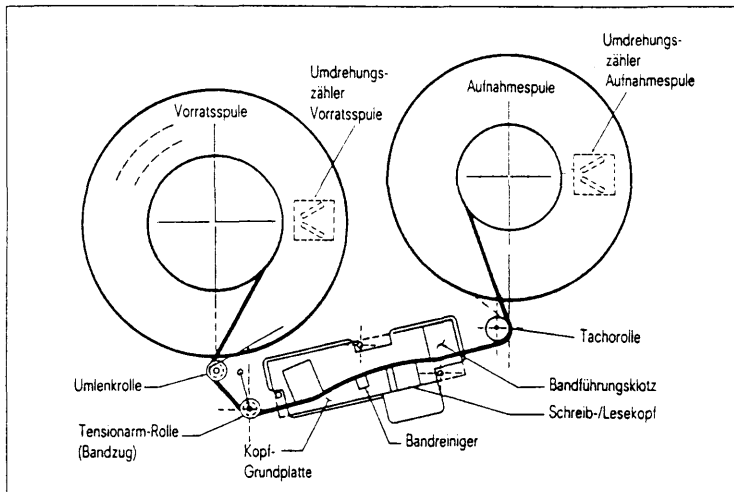

Bild 2 Bandtransportweg
Die Saphire des Bandreinigers (siehe Bild 2) sind sehr scharf. Berühren Sie die nie mit bloßen Fingern. Es besteht Verletzungsgefahr!
1. Überprüfen Sie, ob der Bandvorspann knitter- und faltenfrei ist. Ist dies nicht der Fall, beschneiden Sie das Bandende mit einem Magnetbandkrimper (siehe oben (4)).
4. Legen Sie eine Magnetbandspule von vorne horizontal so in das Laufwerk ein, daß die Aussparung für den Schreibring nach unten zeigt. Von oben betrachtet, würde sich dann das Band abwickeln, wenn die Spule im Uhrzeigersinn gedreht wird (vgl. Bild 2). Die Spule muß auf der Spulenaufnahme einrasten.
2. Legen Sie die Spule so auf die Spulenaufnahme, daß sich das Band abwickeln kann, wenn die Spule von oben gesehen im Uhrzeigersinn gedreht wird (siehe Bild 2). Achten Sie darauf, daß der Schreibring, falls gewünscht, sich an der unteren Spulenseite befindet.
6. Drehen Sie die Spule langsam im Uhrzeigersinn, bis das Band vom Luftstrom in den Bandweg eingefädelt wird und die Aufnahmespule erreicht. Wenn das Band beim ersten Versuch nicht richtig eingefädelt wird, wiederholen Sie den Vorgang. Beachten Sie dabei, daß sich das Band ohne Schlaufen und Knicke so auf die Aufnahmespule aufwickelt, wie in Bild 2 gezeigt.